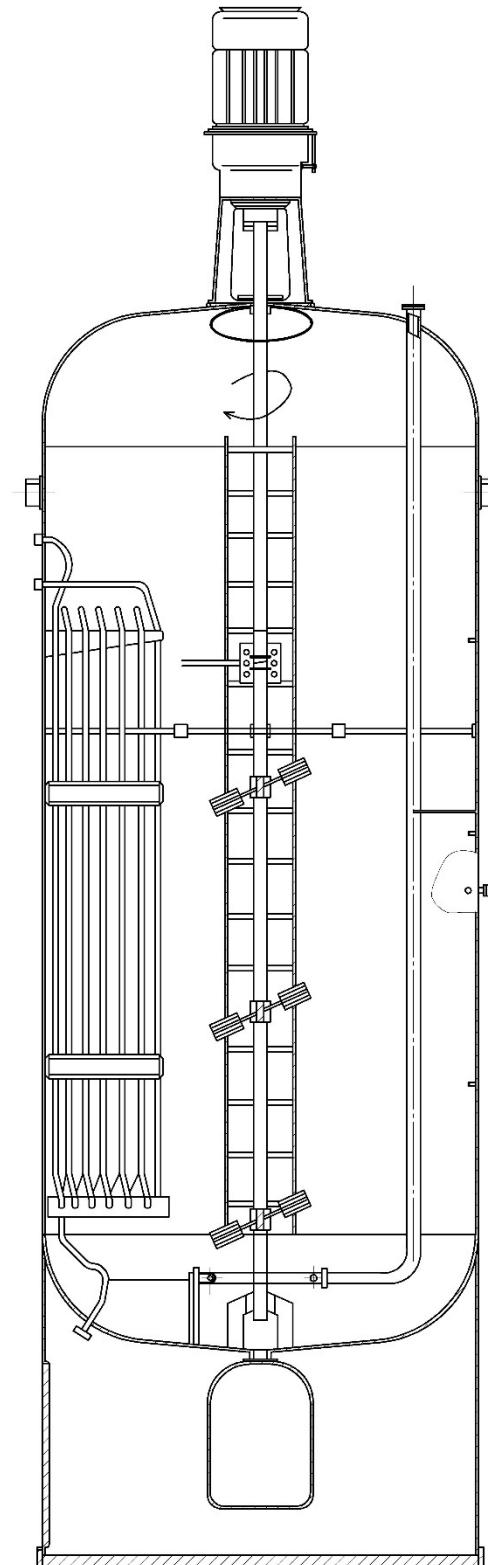

Рисунок 1. Схема реактора к заданию 1
**Задание 1.** Рассчитать основные конструктивные и энергетические показатели реактора общим объемом  $V_m^3$  (Рисунок 1). Реактор предназначен для проведения процесса этерификации олеиновой кислоты этиловым спиртом. Плотность среды  $\rho_{cp}$  кг/м3, динамическая вязкость среды  $\mu_{cp}$  (н с)/м2, теплоемкость среды  $c_{cp}$  Дж/(кг К), коэффициент теплопроводности  $\lambda_{cp}$  Вт/(м К), коэффициент заполнения аппарата К, рабочее избыточное давление  $P_{пара}$ , атм. Произвести расчет одноступенчатого редуктора привода мешалки. Предоставить чертежи 1 – реактор – общий вид (Чертеж в автокаде или компасе формат чертежа А1), редуктор сборочные чертеж (Чертеж от руки в формате А1).